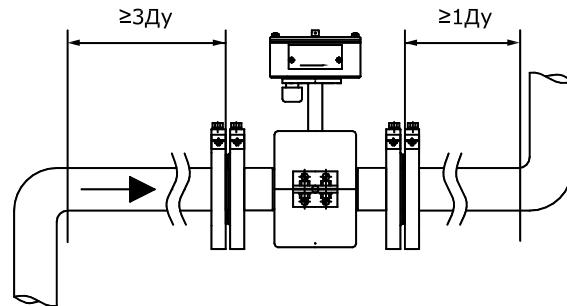

Рис. 8.4
8.2.5 Расходомер необходимо располагать в той части трубопровода, где пульсации и завихрения минимальные. При установке расходомера необходимо обеспечить прямолинейные участки трубопровода длиной не менее $3 \cdot D_U$ до и $1 \cdot D_U$ после ППР (см. рис. 8.4).